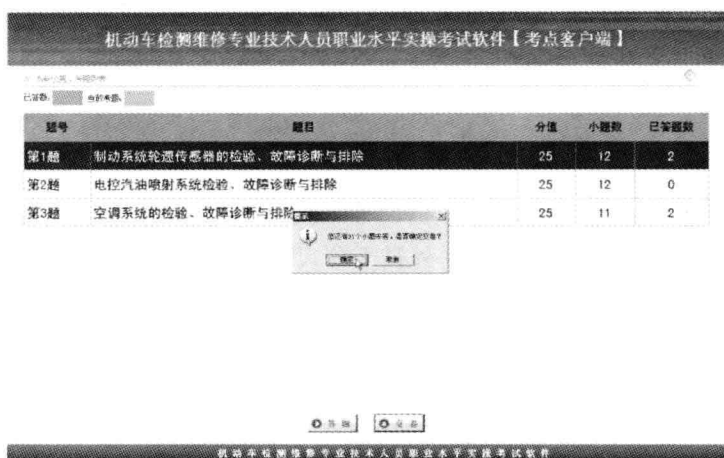

图1-10 交卷提示对话框
(7) 交卷。考生答题完毕后, 点击“返回”按钮, 会弹出交卷提示对话框, 如图1-10所示。